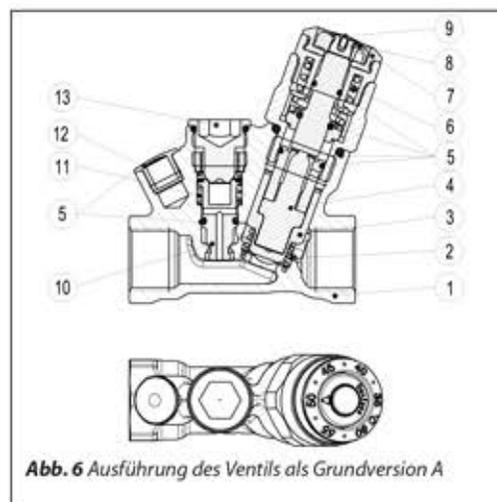
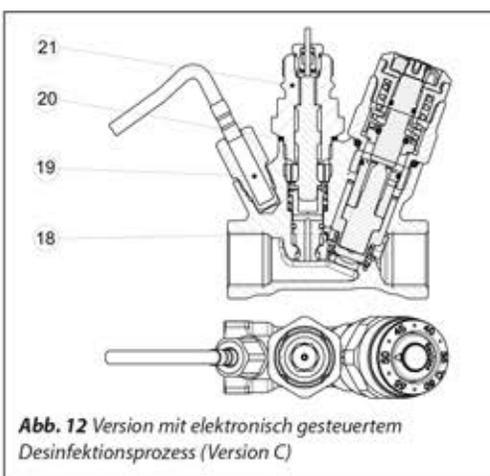

Abb. 6 Ausführung des Ventils als Grundversion A
Abb. 12 Version mit elektronisch gesteuertem Desinfektionsprozess (Version C)
MTCV ist ein selbsttätiges, thermostatisches Regelventil. Ein im Ventilkegel (Abb. 6, Pos. 3) montiertes Thermoelement (Abb. 6, Pos. 4) bewirkt eine Reaktion des Ventils auf Temperaturänderungen.
Eine Sicherheitsfeder (Abb. 6, Pos. 6) schützt das Thermoelement vor Beschädigung, wenn die Wassertemperatur den Sollwert übersteigt.
Nach Entfernen des Abdeckstopfens am Desinfektionsanschluss (Abb. 6, Pos. 13) kann das thermostatische Desinfektionsmodul unter Anlagendruck ohne Betriebsunterbrechung montiert werden (Abb. 9, Pos. 17).
- 1–13 Wie in Abb. 6
Nach Entfernen der Abdeckung des Desinfektionsmodul-Anschlussstutzens (Abb. 6, Pos. 13) lassen sich der Adapter (Abb. 12, Pos. 21) und der thermische Stellantrieb TWA montieren.
Am Thermometerstutzen wird ein Temperatursensor (PT 1000) montiert (Abb. 12, Pos. 19). Thermischer Stellantrieb und Temperatursensor müssen gemäß Anleitung mit dem elektronischen Regler CCR2+ verbunden werden. Dieser erlaubt in jeder Zirkulationsleitung einen effizienten und wirkungsvollen Desinfektionsprozess. Das Grundmodul arbeitet in einem Temperaturbereich von 35 bis 60 °C. Wenn die thermische Wasserbehandlung/der Desinfektionsprozess startet, regelt das CCR2+ den Durchfluss durch das MTCV über die thermischen TWA-Stellantriebe. Ein elektronisch gesteuerter Desinfektionsprozess mittels eines CCR2+ bietet folgende Vorteile:
1–13 Wie in Abb. 6